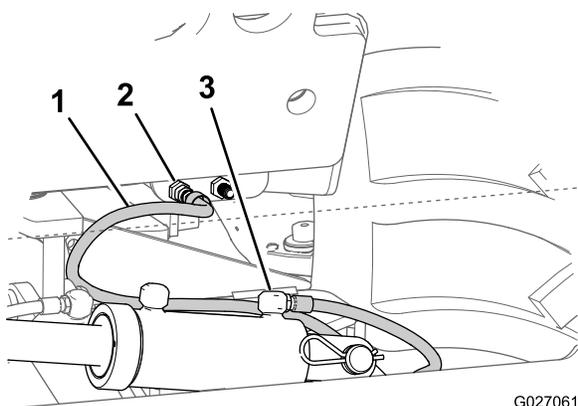

**Figura 43**
4. Conecte la manguera de retracción del cilindro de inclinación (3/8 x 62-1/4 pulgadas) entre el pasamuros del circuito de retracción del cilindro de elevación del panel hidráulico izquierdo. y del orificio de retracción del cilindro de inclinación (Figura 43).